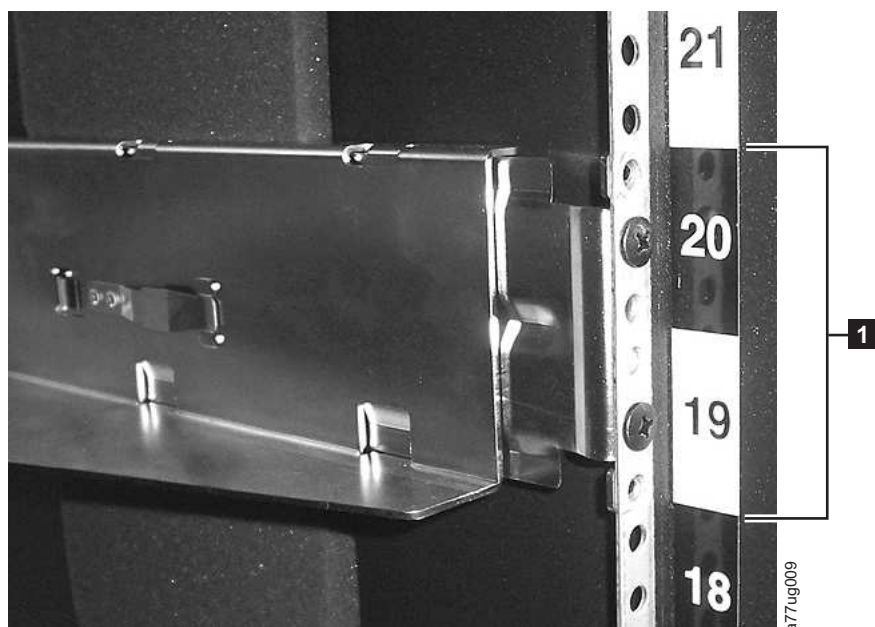

图 27. 机架套件 A 的后视图，显示位于机架后部的导轨的较窄部分。
- 2 个导轨 (未显示) 请参阅第 43 页的图 27, 以查看导轨图形。
- 使用对应于您的机架类型的螺钉（圆孔或方孔）和 2 号 Phillips 十字螺丝刀，确保每条导轨的凸缘指向其他导轨凸缘，以构成一个支架，按所选择的机架位置将导轨固定在机架的每一侧。将每条导轨的前端和后端固定在机架上。每条导轨的窄端都在机架的背面。导轨可延长以适应各种机架深度。每根导轨需要 2U 机架空间（图 27 中的 **1**）。